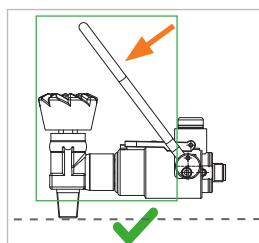
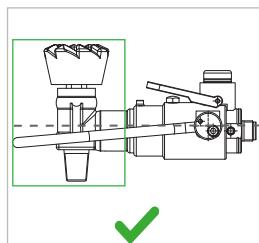

Figure 5
Figure 6
- ▶ Rabattez l'actionnement (nº 1) vers le bas (*Figure 5*). L'arceau de commande / levier doit pouvoir être manipulé facilement vers le bas sans forcer. L'actionnement (nº 1) est correctement positionné lorsque le dispositif de verrouillage (nº 8) s'enclenche avec un clic clairement audible. Ensuite, le dispositif de verrouillage (nº 8) passe d'une position horizontale à une position inclinée vers le haut. Les segments filetés se fixent fermement lors de la fermeture dans le filetage de la vanne de la bouteille. L'actionnement (nº 1) doit se trouver dans sa position finale sous le plan horizontal par rapport au connecteur (*Figure 6*).